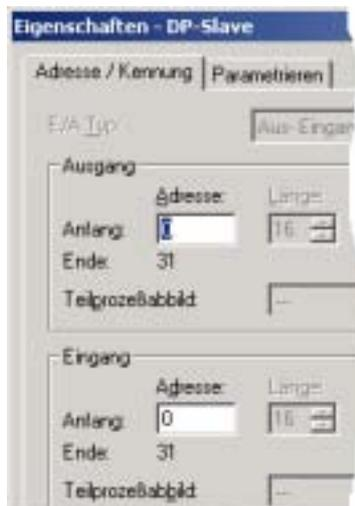

Abbildung 4: E/A-Adresse
- Mit einem Doppelklick auf das Modul MODUL\_C1CF01 können die projektierten **DP-Slave E/A-Adressen** des SPI3 eingestellt werden (siehe Abbildung 4).